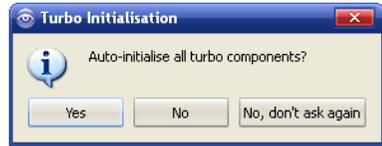

Рис. 7.4. Окно *Turbo Initialization*
2. В появившемся на экране окне *Turbo Initialization* (рис. 7.4) следует ответить утвердительно (*Yes*) на предложение автоматически инициализировать турбо-шаблон.